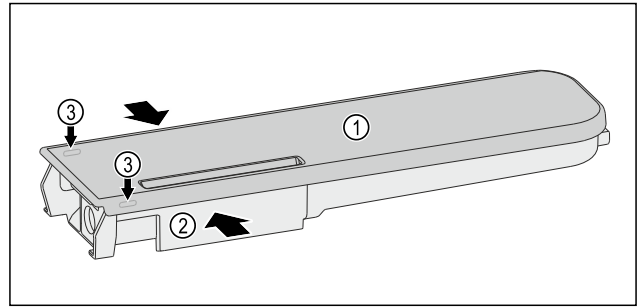

Fig. 233
- Wasserbehälter Fig. 233 (2) zusammendrücken und Deckel Fig. 233 (1) vorsichtig über die Rastnasen Fig. 233 (3) hebeln und hochziehen.
- Deckel Fig. 233 (1) leicht hin- und herbewegen und nach oben entnehmen.